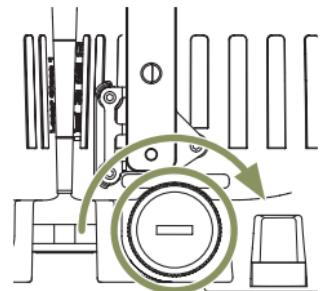

Abb. 6
- Das Batteriefach durch Drehen im Uhrzeigersinn wieder fest verschließen, siehe Abb. 6.